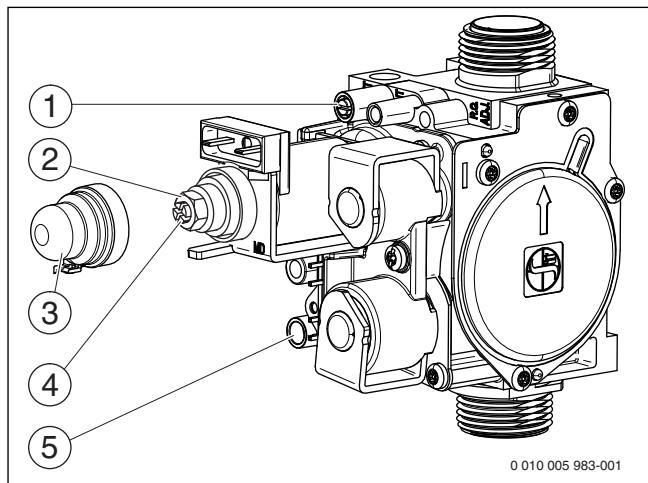

Рис. 30 Газовая арматура
- ▶ Отверните уплотнительный винт штуцера измерения давления на форсунках (рис. 30, [1]) и подсоедините U-образный манометр.
- ▶ Снимите крышку (рис. 30, [3]).
- ▶ Значение «max» давления (мбар) на форсунках приведено в таб. на стр. 40. Установите давление на форсунках регулировочным винтом максимального расхода газа (рис. 30, [2]). Поворот направо - больше газа, поворот налево - меньше газа.
- ▶ Значение «min» давления (мбар) на форсунках приведено в таб. на стр. 40. Установите давление на форсунках регулировочным винтом минимального расхода газа (рис. 30, [4]).
- ▶ Выключите котёл и закройте газовый кран, отсоедините U-образный манометр и заверните уплотнительный винт (рис. 30, [1]).
- ▶ Отверните уплотнительный винт на штуцере измерения подаваемого давления газа (рис. 30, [5]) и подсоедините манометр.
- ▶ Установите и опломбируйте крышку (рис. 30, [3]).
- ▶ Снимите заглушку с измерительного штуцера дымовых газов (→ рис. 30, [1]).